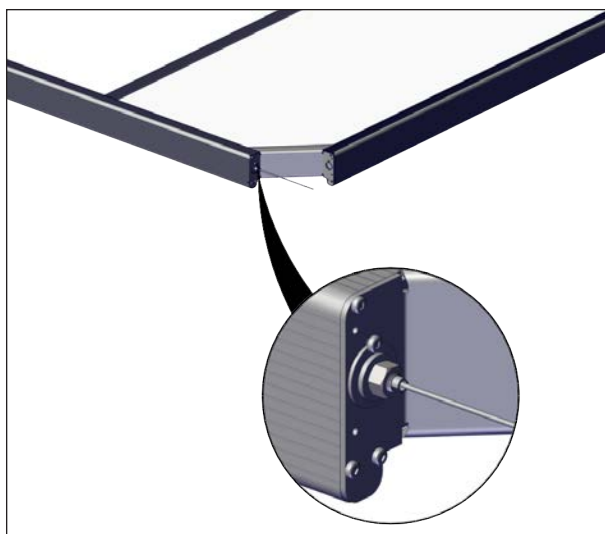

FIGURE 50: INSERTION DE L'ASSEMBLAGE DU GRIPLOCK DANS LA DOUILLE DE GUIDAGE HEXAGONALE
8. Insérer l'assemblage du Griplock dans la douille de guidage hexagonale (située dans le support de moulure de coin), tirer sur le câble tout en poussant sur le Griplock, aussi fort que possible, voir Figure 50.